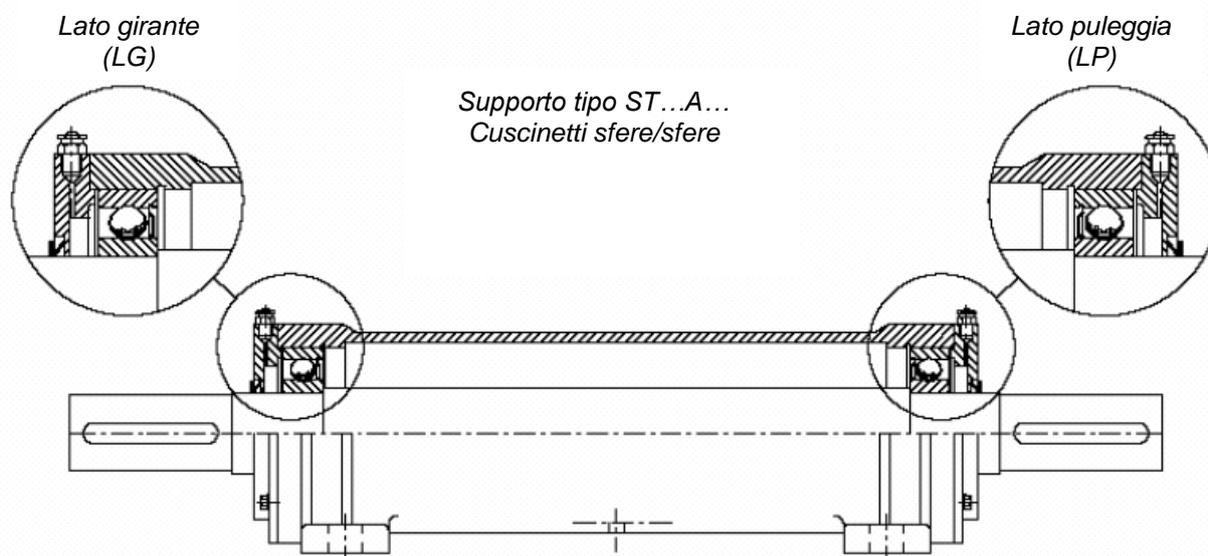

Figura 10-8 Supporto monoblocco ST...A... con cuscinetti radiali a sfere sia dal lato girante sia dal lato trasmissione
- Supporto tipo ST...A... con cuscinetto rigido a sfere dal lato trasmissione (Figura 10-8).